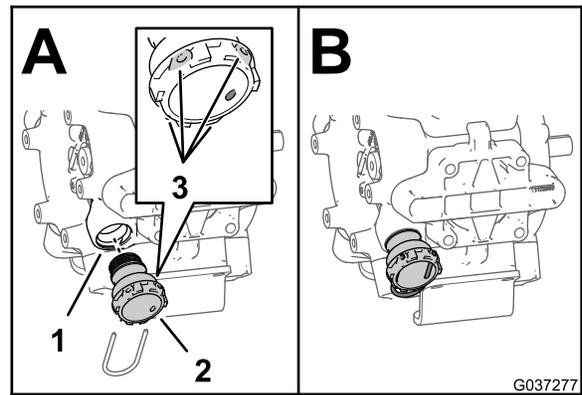
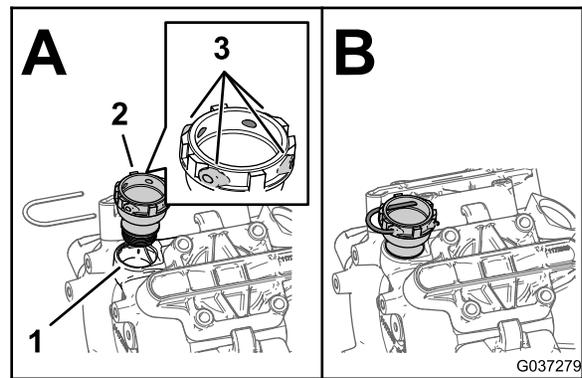

Bild 5
Bild 6
4. Montieren Sie das Anschlussstück 1/4" (31,8 mm) am Druckanschluss der Pumpe (Bild 5 oder Bild 6).